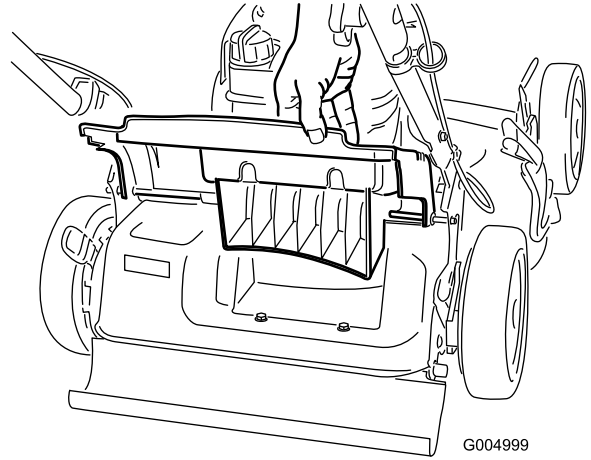

Figura 26
1. Levante y sujete la puerta trasera (Figura 26).